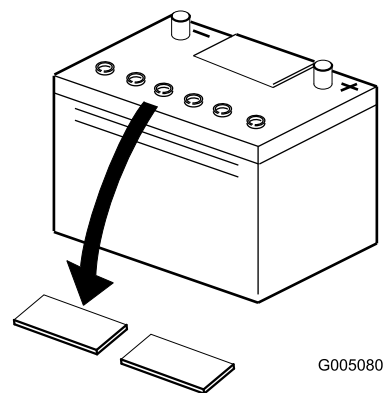

Figura 5
4. Limpie la parte superior de la batería y retire los tapones de ventilación (Figura 5).